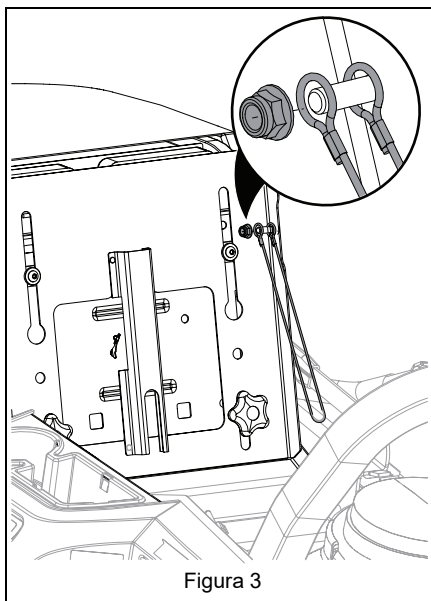

Figura 3
1. Extraiga la tuerca y un extremo del cable del asiento. Vuelva a montar la tuerca para fijar el otro extremo del cable a la placa del asiento. Consulte Figura 3.